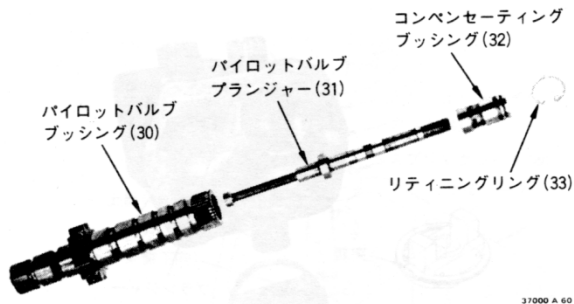
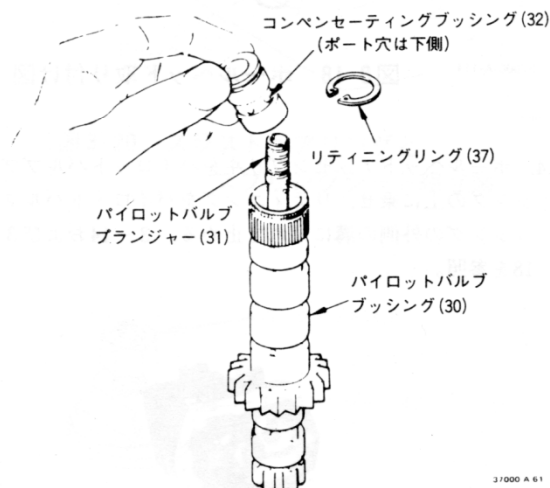

図3-12. パイロットバルブブッシング組立図
図3-13. コンペンセーティングブッシング組立図
7. パイロットバルブプランジャー部品を図3-12および図3-13で示すように組立てる。